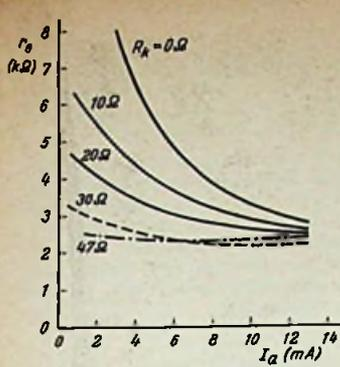

Bild 25. Röhren-Eingangswiderstand r_e als Funktion des Anodenstromes I_a bei Gegenkopplung durch R_k ($f = 200$ MHz)
- Gegenkopplung durch einen nicht überbrückten Katodenwiderstand R_k . Dadurch werden zwar der Eingangswiderstand r_c und die Steilheit S kleiner, aber gleichzeitig werden Δr_c und ΔC_c herabgesetzt. Einflüsse von der Antennenseite her werden dadurch nicht erfaßt. Bild 25 und 26 zeigen die mit verschiedenen R_k -Werten zu erreichende Verminderung von Δr_c und ΔC_c . Nachfolgende Tabelle läßt ebenfalls den Verlauf der Rauschzahl F erkennen: